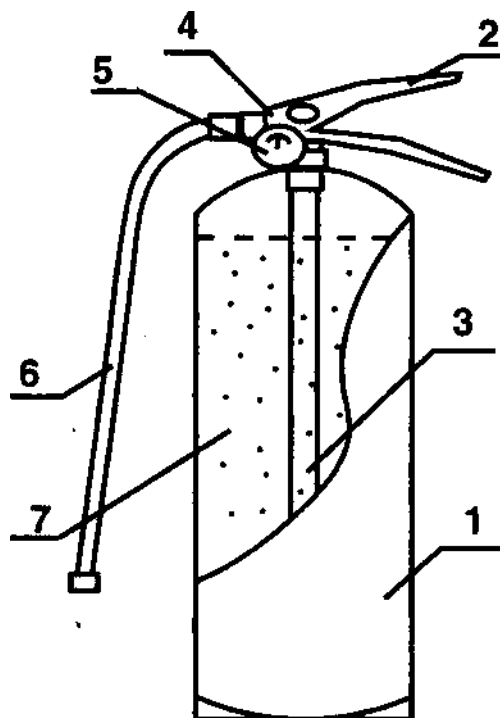

Рис. 1
4.1. Огнетушитель (рис. 1) состоит из корпуса 1, наполненного огнетушащим порошком 7. На горловине закреплено запорно-пусковое устройство 4 с индикатором давления 5. ЗПУ оснащено ручкой для переноски огнетушителя и ручкой для управления подачей порошка
На баллоне нанесена маркировка в одну, две или три строки. Допускается размещение наклейки (надписи) в центральной части цилиндрической поверхности, граничащей с верхней крышкой: по диаметру крышки, вдоль баллона по высоте, по диаметру цилиндрической части обечайки в нижней, средней или верхней частях обечайки (смотри рис.1). Содержащая следующую информацию: